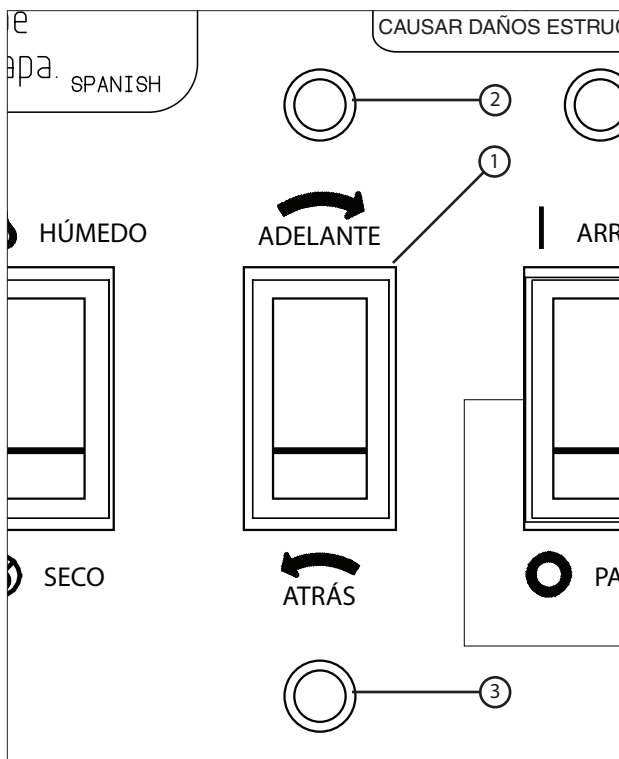

Figura 20-1
Las luces de adelante y de atrás NO están disponibles sin la opción de autoreversa/autoarranque. Vea la Figura 20-1.
- En la posición de adelante, el equipo se desplaza al arrancarlo en sentido de avance, o en sentido horario alrededor del campo. Vea la Figura 20-1.
- En la posición de atrás, el equipo se desplaza al arrancarlo en sentido de retroceso, o en sentido contrahorario alrededor del campo. Vea la Figura 20-1.
Las luces de adelante y atrás se incluyen con la opción de autoreversa/autoarranque para indicar el sentido de marcha del equipo. Vea la Figura 20-1.
- Cuando se oprime el interruptor hacia la posición de adelante, se selecciona el sentido de avance, la luz de adelante se ilumina y el equipo se desplaza en sentido de avance o sentido horario alrededor del campo. Vea la Figura 20-1.
- Cuando se oprime el interruptor hacia la posición de atrás, se selecciona el sentido de retroceso, la luz de atrás se ilumina y el equipo se desplaza en sentido de retroceso o sentido contrahorario alrededor del campo. Vea la Figura 20-1.